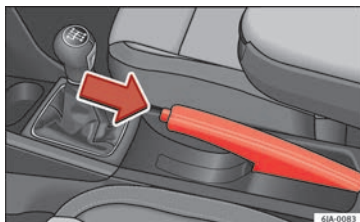

Fig. 90 Consola central: travão de mão.
- Puxe ligeiramente a alavanca e, **ao mesmo tempo**, pressione o botão de libertação » **Fig. 90**.